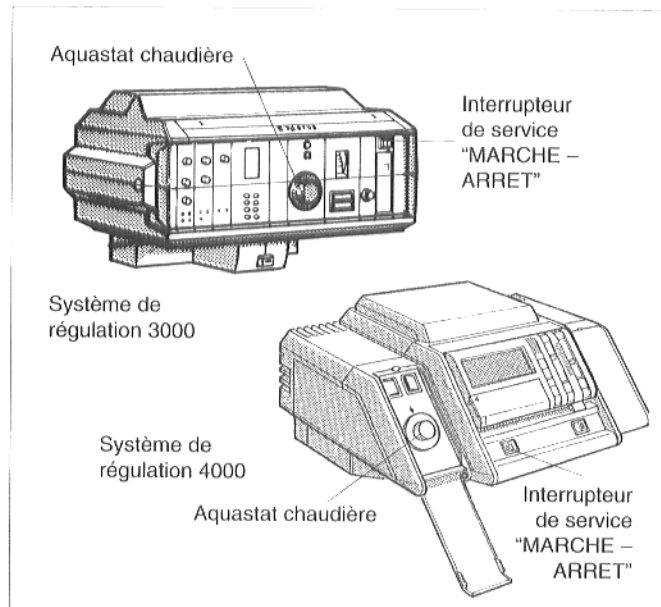

Fig. 23 : systèmes de régulation 3000 et 4000
- Mettre la fente de la vis du couvercle transparent de l'appareil de régulation (fig. 23) en position horizontale, à l'aide d'une pièce de monnaie par ex. Retirer le couvercle transparent en le tirant vers l'avant.
- Mettre l'interrupteur de service (fig. 23) en position 0.
- Mettre l'interrupteur de service (fig. 23) en position I.
- Régler l'aquastat chaudière (fig. 23) sur la température souhaitée, sur "AUT" pour les régulations "Ecomatic".
- Ouvrir le clapet gauche de l'appareil de régulation (fig. 23).